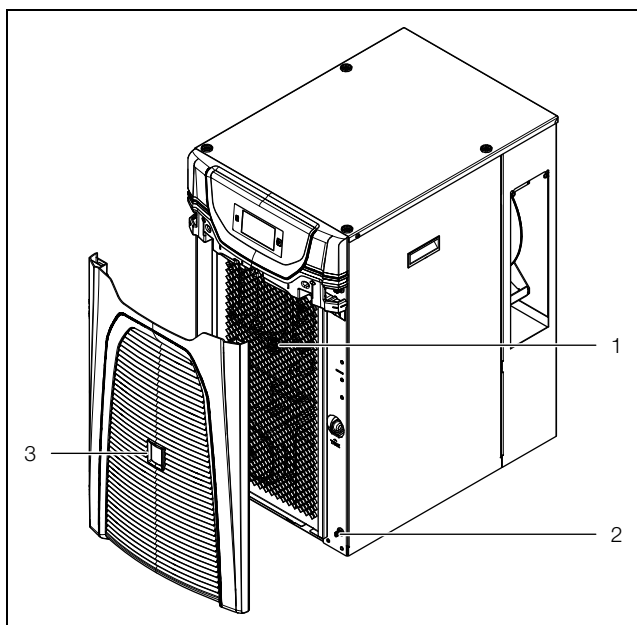

Рис. 14: Снятие решетки с 3320200 и 3334300
- На передней части чиллера снимите решетку (рис. 14, поз. 3) с защелок (рис. 14, поз. 2) и отставьте или положите ее в надежном месте.